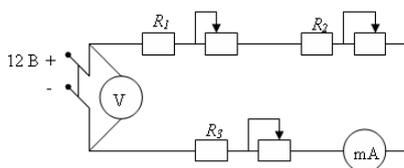

Рис. 4
1. Собрать электрическую цепь по схеме (рис.4.)